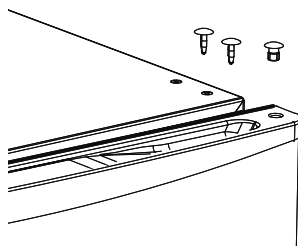

Afb. 5
- ▶ Schroef het onderste scharnier aan de linkerkant opnieuw vast. Draai het stel-pootje (3) aan de rechterzijde in (zie **afb. 5**).
- ▶ Plaats de deur van de vriesruimte (2) op het onderste scharnier. Houd de deur van de vriesruimte vast.
- ▶ Controleer voordat u het bovenste scharnier weer vastschroeft of de deur van de vriesruimte (2) bij het sluiten horizontaal en verticaal is uitgelijnd met de behuizing van het apparaat, zodat alle afdichtingen sluiten.